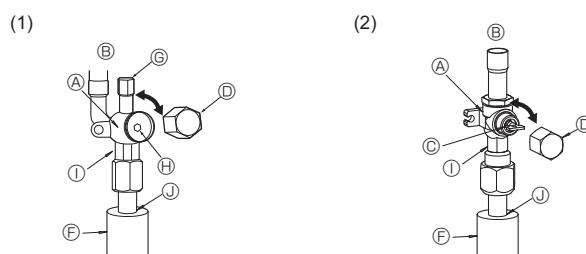

Fig. 4-6
(1) Lado de líquido de la válvula de parada (Fig. 4-6)
- ① Abra la tapa y gire la varilla de válvula hacia la izquierda hasta su tope, utilizando una llave hexagonal de 4 mm. Deje de girar cuando llega al tope. (Aproximadamente 10 revoluciones)
② Cerciórese de que la válvula de parada esté completamente abierta y enrosque la tapa en su posición original.